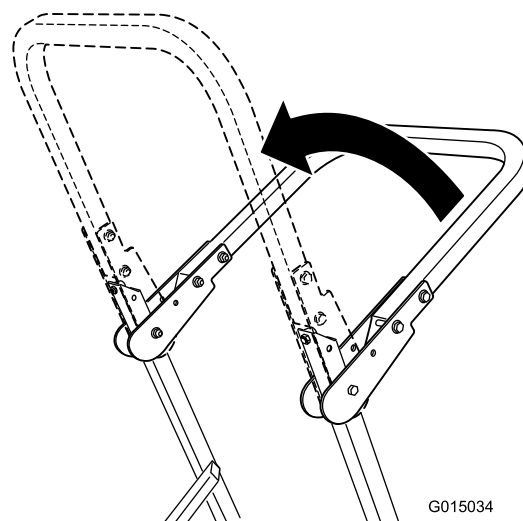

Figura 10
2. Eleve la barra a la posición vertical (Figura 10).